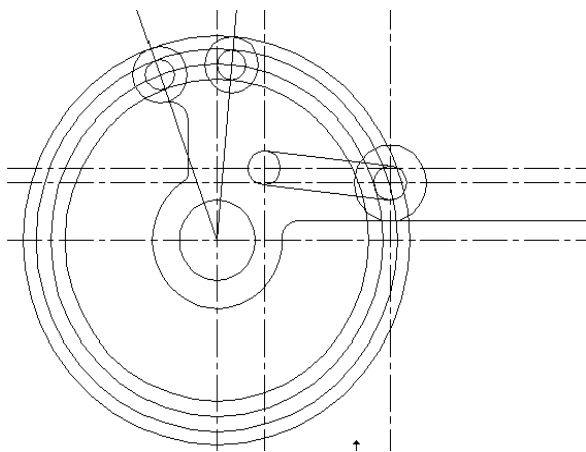

图 6-57
(19)单击【绘图】工具栏上的按钮,把半径为“92”的圆向里边偏移“8”,再向外边偏移“8”和“15”。如图 6-57 所示: